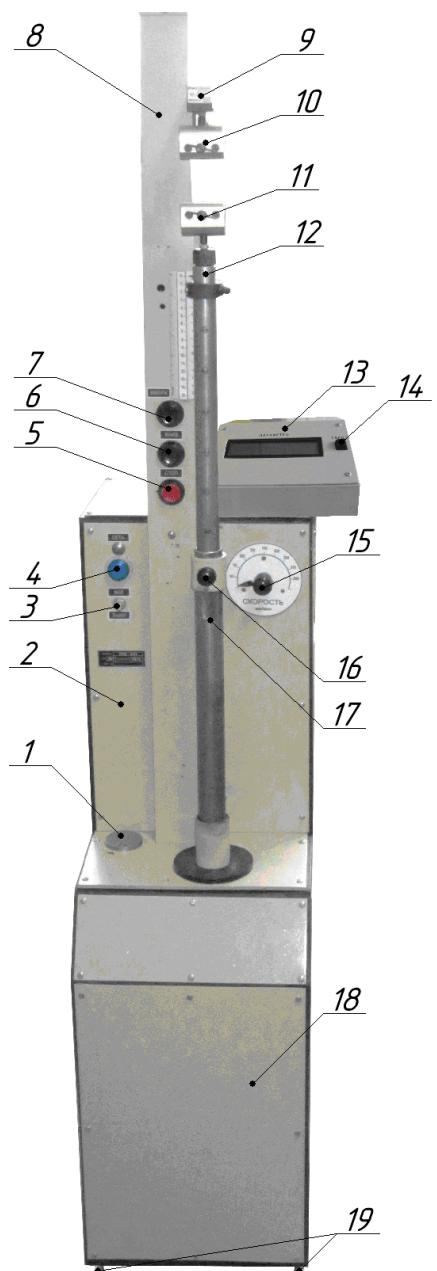

Рис.1 – Общий вид машины
В конструкцию машины входят следующие основные узлы (рис.1): электронный блок 13; несущий швеллер 8 с установленным на нем тензометрическим датчиком усилия 9 и пассивным захватом 10; активный захват 11; пульт управления 2 с двумя рукоятками: рукояткой тумблера сеть 3 (индцируется лампой 4 СЕТЬ) для включения машины, рукояткой регулятора скорости 15; механизм привода 18 активного захвата, управляемый кнопками ВНИЗ, ВВЕРХ и СТОП (7, 6, 5).
### 3.3 Описание электрической схемы (см. рис.1 и рис.3-5)
5.4 Выставите машину по уровню 1 (см. рис.1).